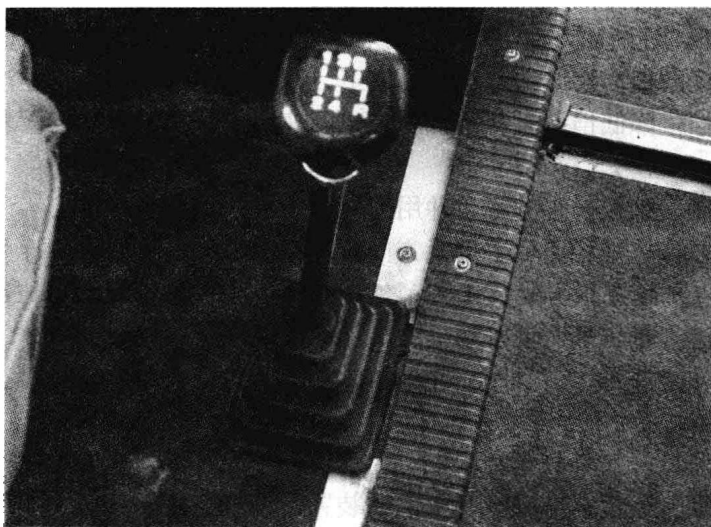

图 1-11 变速杆
12. 变速杆（排挡杆，见图 1-11）：变速杆位于座椅的右侧，右手操纵，变速杆下端与变速器相连，用于操纵变速器，接合或分离变速器内各挡齿轮。